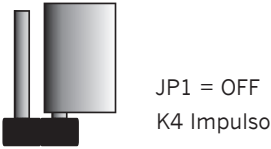

Figura 3.6.2-3: Ajuste del relé K4
- El relé K4 puede ajustar con el puente JP1 en ON/OFF o impulso (véase la figura 3.6.2-3). El ajuste se verifica en función del control, el cual debe controlado el receptor.